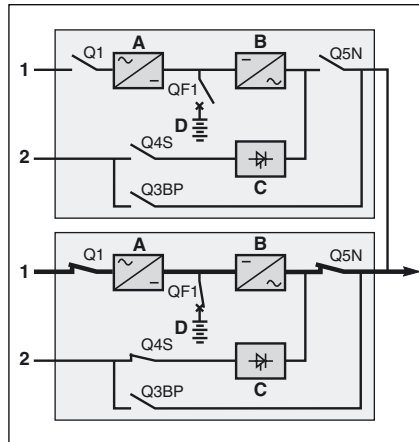

Abb. 27
Siehe Abb. 27 und 28.
► Freischaltung des USV-Blockes (siehe Abb. 27)